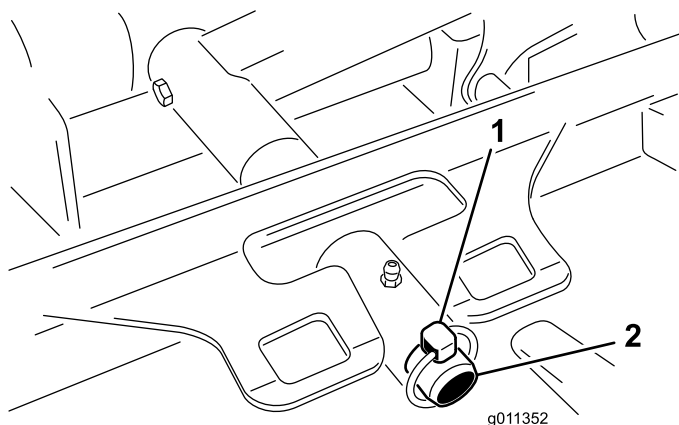

Рисунок 71
3. Снимите штифт с кольцом (на машинах Groundsmaster 4500) или стопорную гайку (на машинах Groundsmaster 4700), с помощью которых несущая рама деки крепится к оси поворота подъемного рычага (Рисунок 71).
2. Наденьте несущую раму деки на шкворень подъемного рычага (Рисунок 71). Закрепите деку на оси с помощью штифта с кольцом (на машинах Groundsmaster 4500) или стопорной гайки (на машинах Groundsmaster 4700).